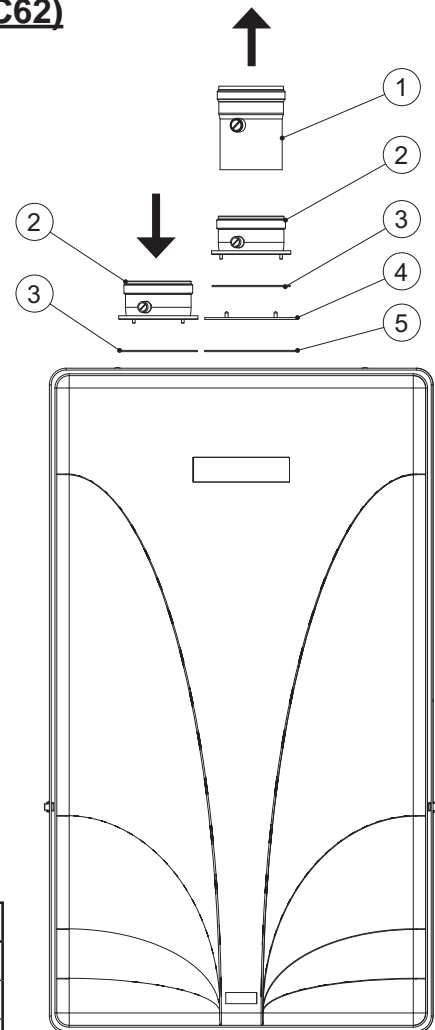

Fig. 19
- la configurazione finale deve rispettare lo schema di Fig. 19;